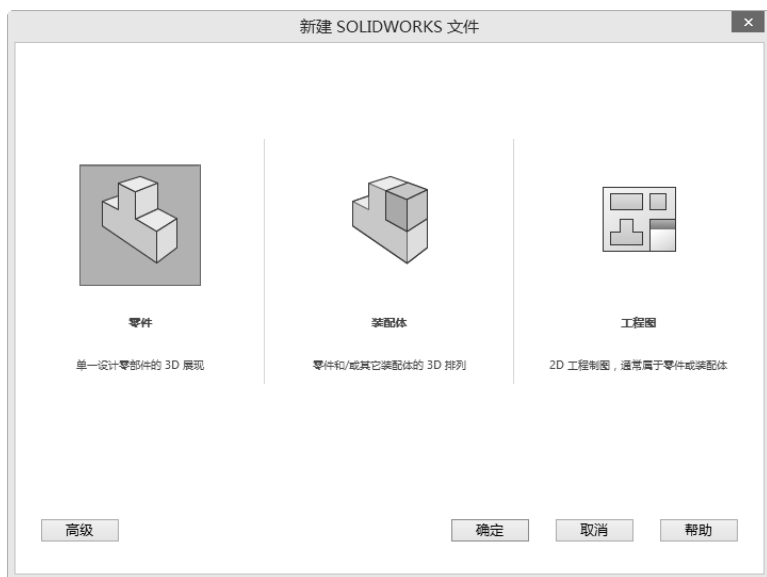

图 2-20 “新建 SolidWorks 文件”对话框
**01** 新建文件。启动 SolidWorks 2017，单击“快速访问”工具栏中的“新建”按钮，在弹出的图 2-20 所示的“新建 SOLIDWORKS 文件”对话框中选择“零件”按钮，然后单击“确定”按钮，创建一个新的零件文件。